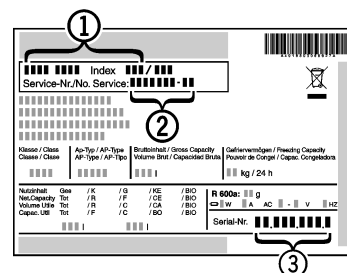

Fig. 9
- ▶ Designação da unidade Fig. 9 (1), Serviço-Nº. Fig. 9 (2) e Nº de série. Fig. 9 (3) ler da placa de nome. A placa de nome se encontra no lado interno esquerdo da unidade.
- ▶ Comunicar o Serviço de Atendimento a Clientes e a falha, designação da unidade Fig. 9 (1), Serviço-Nº. Fig. 9 (2) e Nº de série. Fig. 9 (3) comunicar.